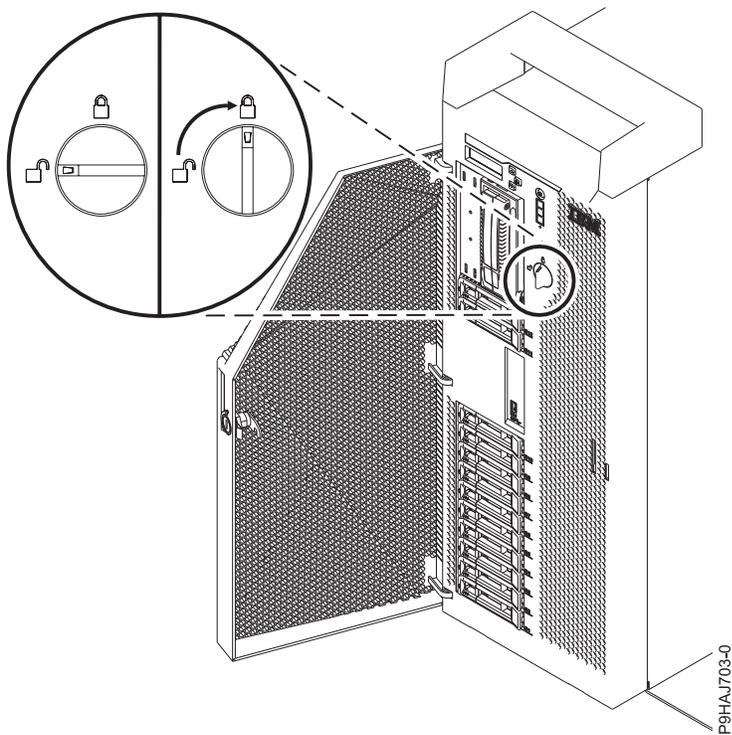

Figure 49. Fermeture du loquet de couvercle avant
4. Tournez le loquet du couvercle vers la droite (dans le sens des aiguilles d'une montre) afin de verrouiller le couvercle. comme illustré dans la figure 49, à la page 71. Vertical correspond à la position verrouillée ; horizontal correspond à la position déverrouillée.